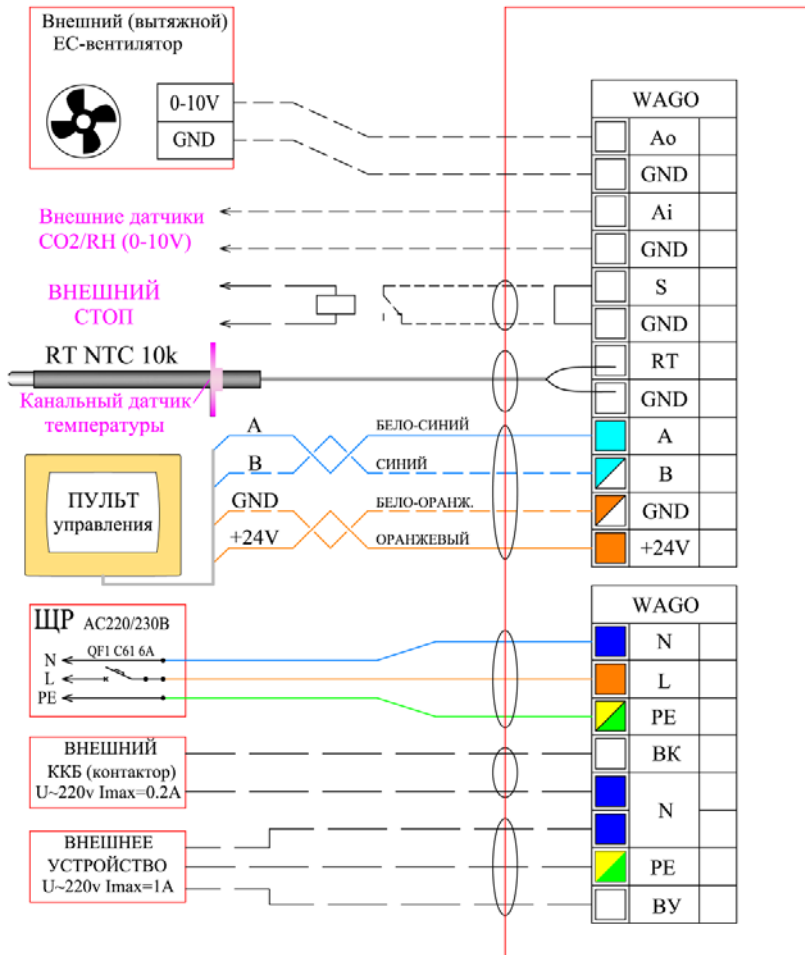

Рис. 4
Подключения производятся в соответствие со схемой (Рис. 4), «пропуская» кабели через установленные в корпусе блока автоматики гермовводы. Силовой кабель от установки необходимо подключать непосредственно к электрощиту через отдельный автоматический выключатель на 6(10) А. Рекомендованный кабель – ПВС 3х1.5 мм².